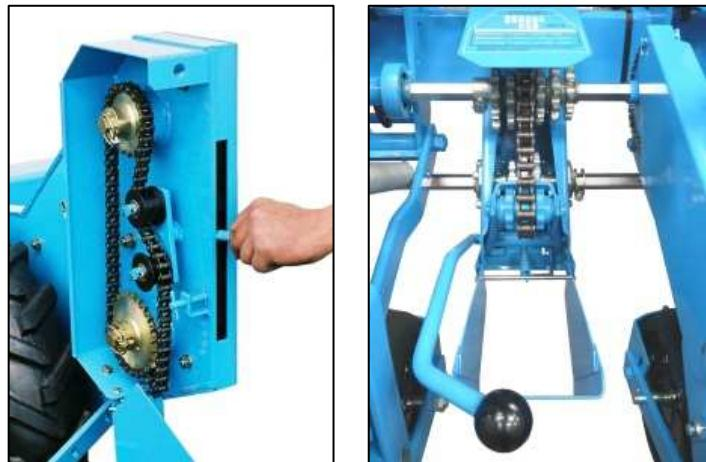

Fig. 1
1. demonteer overbrenging en behuizing van de overbrenging fig. 1, A)